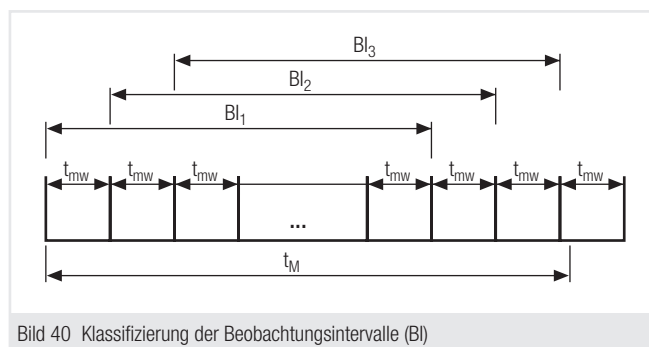

Bild 40 Klassifizierung der Beobachtungsintervalle (BI)
Jedes Beobachtungs-Intervall (BI) weist, abhängig von den Einstellungen, eine bestimmte Anzahl (N) von Integrations-Intervallen (t_{mw}) auf (siehe Bild 40). $N = BI / t_{mw}$. Nach Norm EN 50160 muss ein bestimmter Prozentsatz der Werte jedes BI innerhalb der Grenzwerte liegen, d.h. es gibt eine Fehlergrenze mit einer Anzahl zulässiger Ereignisse.
Die Fehlergrenzen können unabhängig voneinander für jeden der zwei Grenzwerte für jedes der Merkmale vorgegeben werden. Die Norm spricht von „jedes bzw. eines beliebigen Wochenintervalls“, deshalb sind die Beobachtungs-Intervalle (BI) nicht aneinandergereiht, sondern gleiten im Raster eines Integrations-Intervalls (t_{mw}) über den Messzeitraum (t_M) Bild 40.